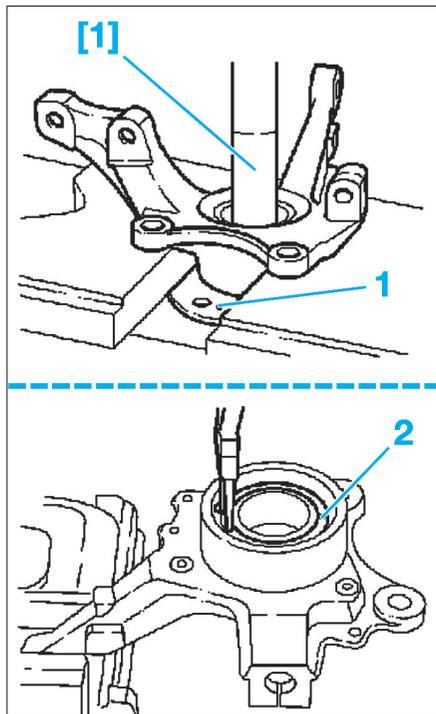

FIG. 10
- À l'aide d'une presse [6] et de l'outil [1], extraire le moyeu (1) du pivot (Fig.10).